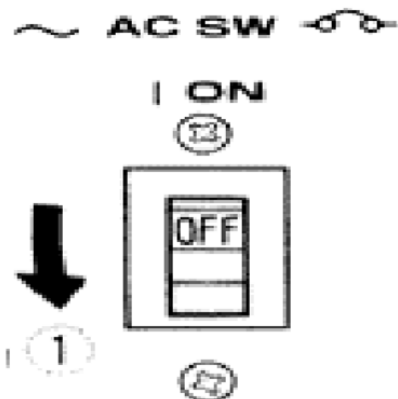

Рис. 10
**Автоматичний вимикач має перебувати в положенні OFF («ВИМК.»)(Рис.10).**